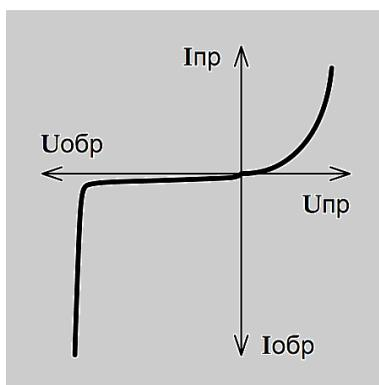

Рисунок 8. Внешний вид графика ВАХ стабилитрона.
- ВАХ полупроводникового элемента (стабилитрона) (Рисунок 8):